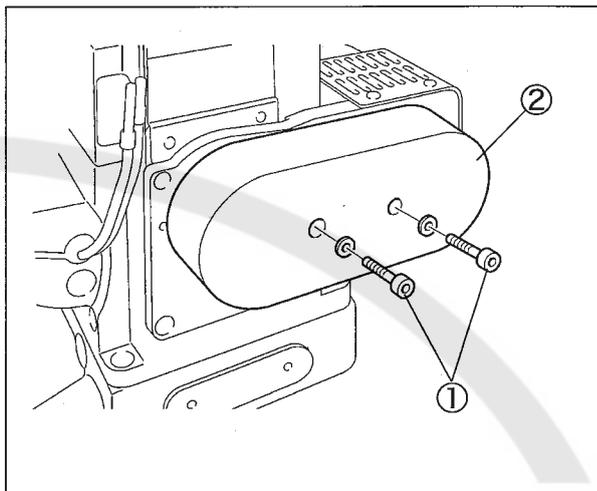

図 10
1. 止ネジ①を緩めて、ベルトカバー②を取り外す。(図 10)
4. ベルトカバー②を取り付ける。(図 10)